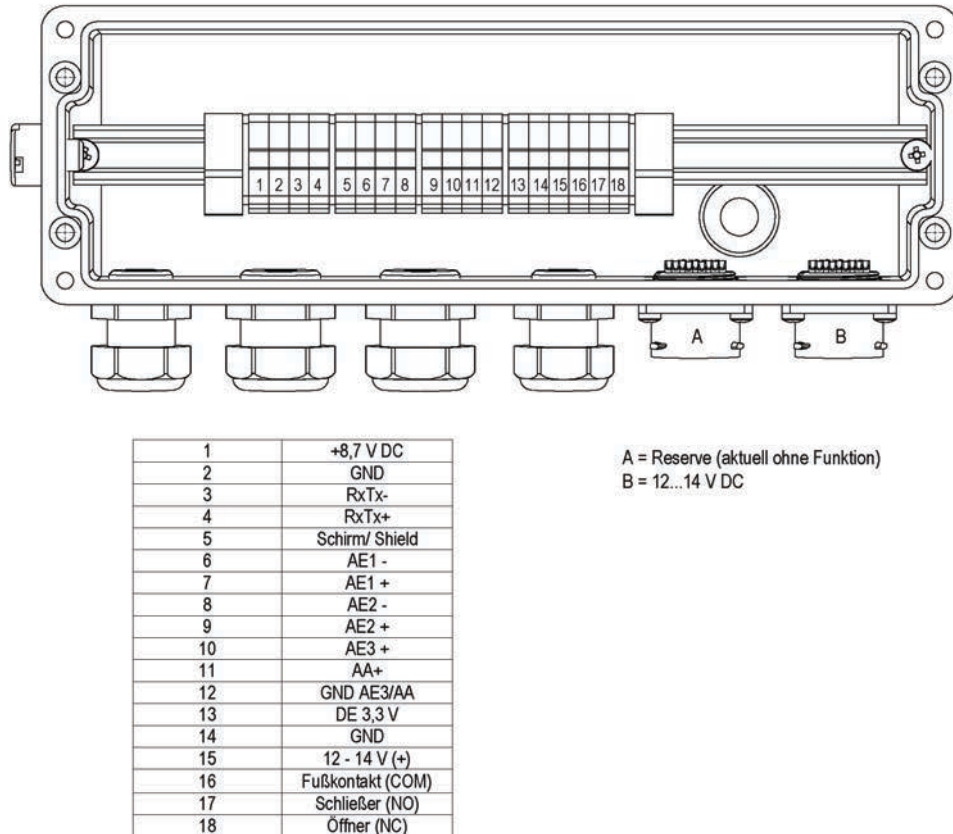

Abb. 27-2 Klemmenbelegung Connectorbox
4. Sensoren in der Connectorbox gemäß Klemmenbelegungsplan (Abb. 27-2) anschließen.